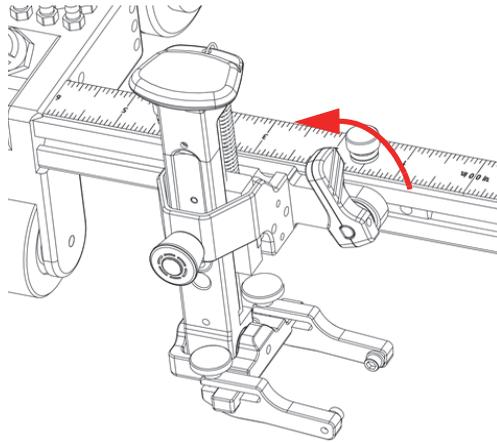

Figure 2-14 Levier de positionnement déverrouillé
1. Tournez le levier de positionnement dans le sens antihoraire pour déverrouiller le support de sonde (Figure 2-14 à la page 46).